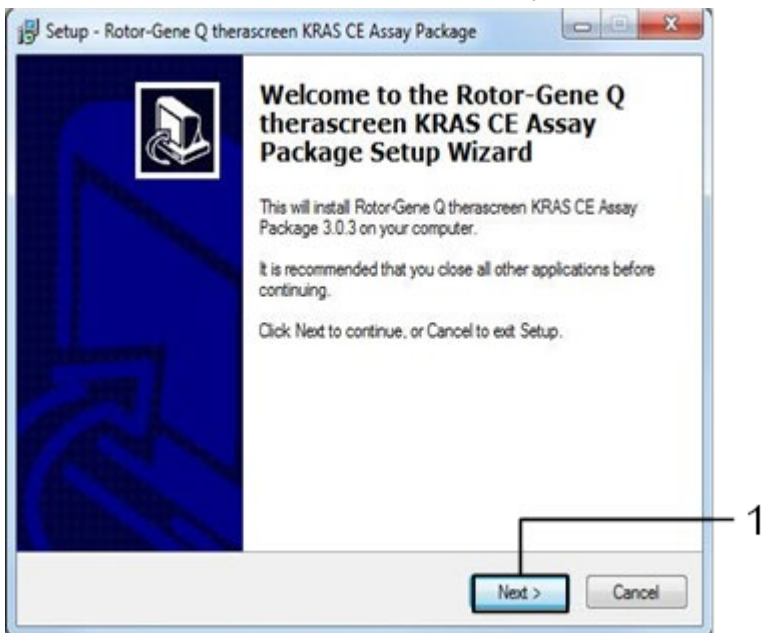

Abbildung 39. Das Dialogfeld „Setup“ (Konfiguration). 1 = „Next“ (Weiter).
4. Klicken Sie auf Next (Weiter), um fortzufahren (Abbildung 39).